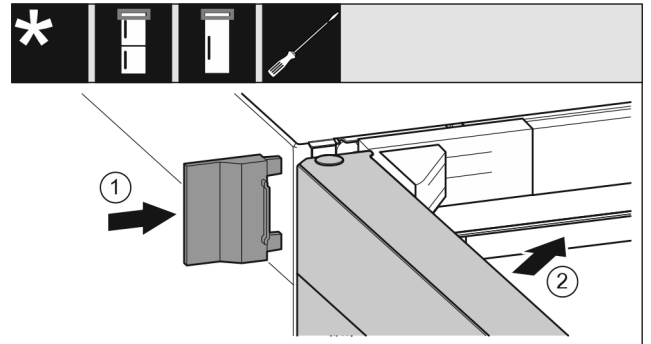

Fig. 22
- ▶ Nasuňte vonkajší kryt. Fig. 22 (1)
- ▶ Zatvorte horné dvere. Fig. 22 (2)